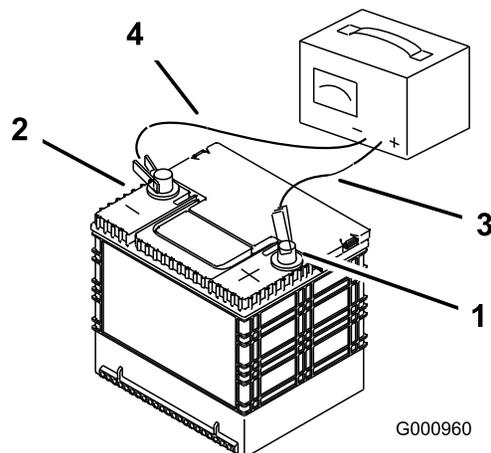

Рисунок 67
3. После полной зарядки аккумулятора отсоедините зарядное устройство от электророзетки, а затем отсоедините провода зарядного устройства от штырей аккумулятора (Рисунок 67).